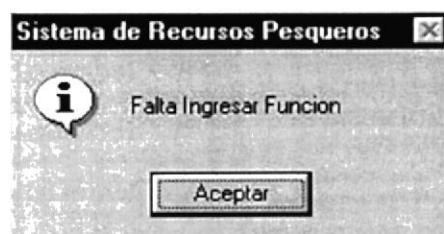

Figura 10.63 Mensaje de Función
4. Si se ha realizado un ingreso o una modificación y no ingreso la función se mostrará el siguiente mensaje (ver figura 10.63).